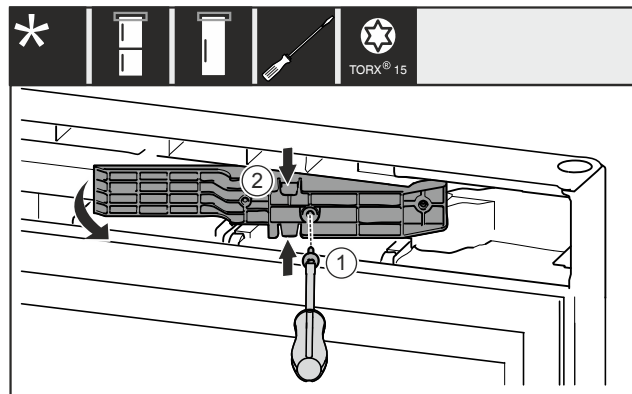

Fig. 16 \*
- Rimuovere la vite Fig. 16 (1)\*.
- Comprimere leggermente l'adattatore Fig. 16 (2) in alto e in basso ed estrarlo.\*